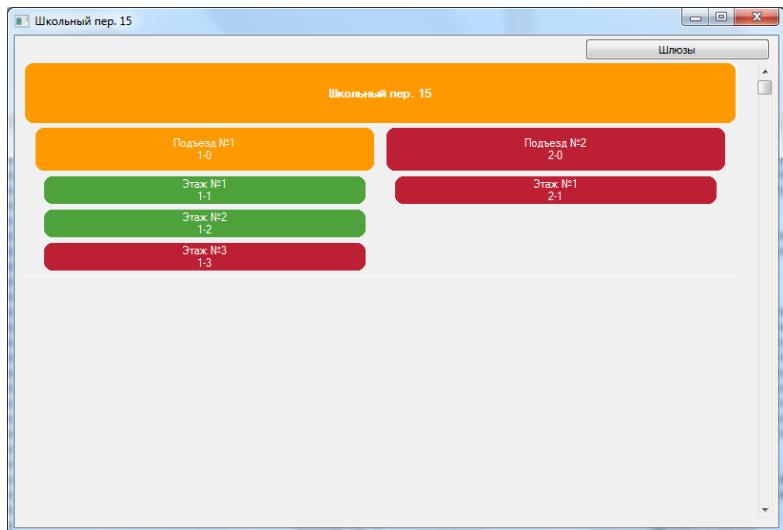

Рис.20 Вид объекта с отсутствующим оборудованием
5.1.17 Если к объекту будет подключено магистральное устройство – КМС, КМЭ или БВЭ, которое будет индицироваться бордовым цветом, это говорит о том, что на объекте данное оборудование отсутствует (рис.20).